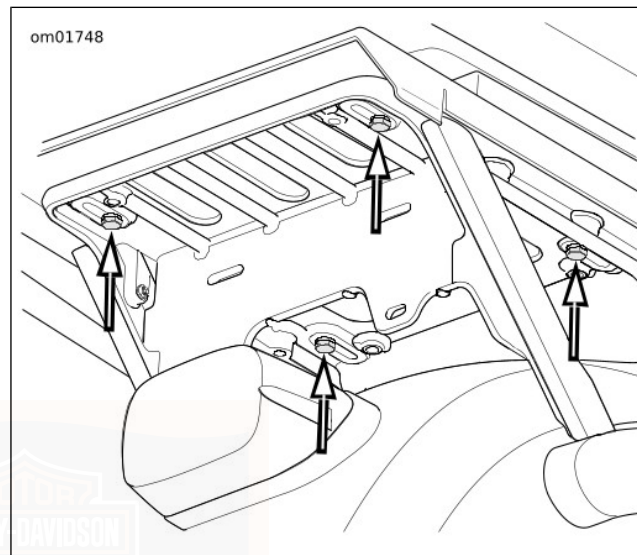

Figure 63. Vis de support du Tour-Pak (modèles APC)
1. Voir Figure 63 . Retirer les quatre écrous qui fixent l'attache du Tour-Pak au support.